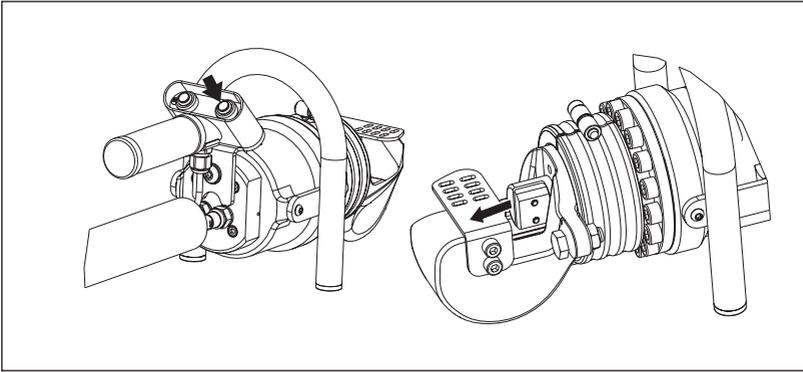

Abbildung 9, Betrieb - Ausfahren/Schneiden
- Drücken Sie den Druckschalter **Ausfahren** und halten Sie diesen gedrückt, um den Kolben auszufahren und das bewegliche Messer nach vorn zu schieben. Siehe Abbildung 9.